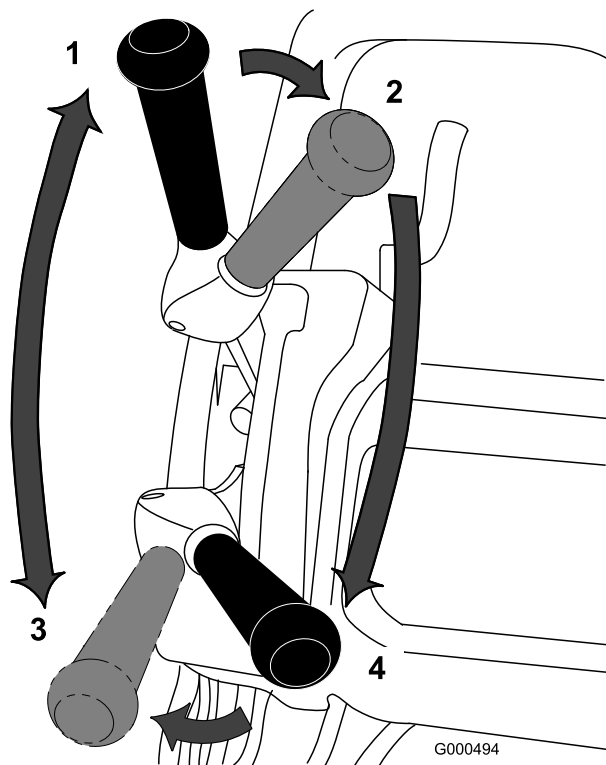

Figura 32
1. Avviate il motore, impostate l'acceleratore a bassa velocità, abbassate la stegola per sollevare l'apparato di taglio, premete il comando presenza dell'operatore, spostate la leva della trazione e di azionamento del cilindro in posizione di MARCIA AVANTI (di trasporto) e trasportate la macchina sul bordo del green (Figura 32).
2. Spostate la leva posizione di FOLLE (Figura 32).
3. Spostate la leva in posizione di FOLLE per la trazione e di DISINNESTO per l'azionamento del cilindro (Figura 32).
4. Spostate la leva in posizione di MARCIA AVANTI per la trazione e di INNESTO (Figura 32) per l'azionamento del cilindro, aumentate la velocità dell'acceleratore sinché la macchina non avanza alla velocità desiderata, guidate la macchina sul